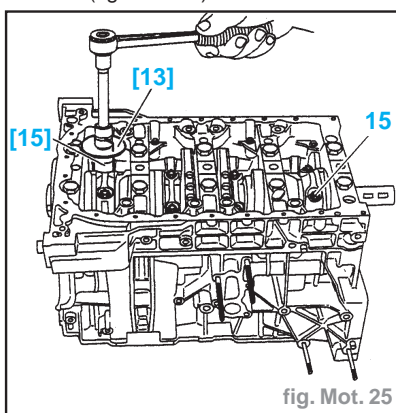

fig. Mot. 25
- Reposer les vis (15) de chapeaux de bielles (fig. Mot. 25).